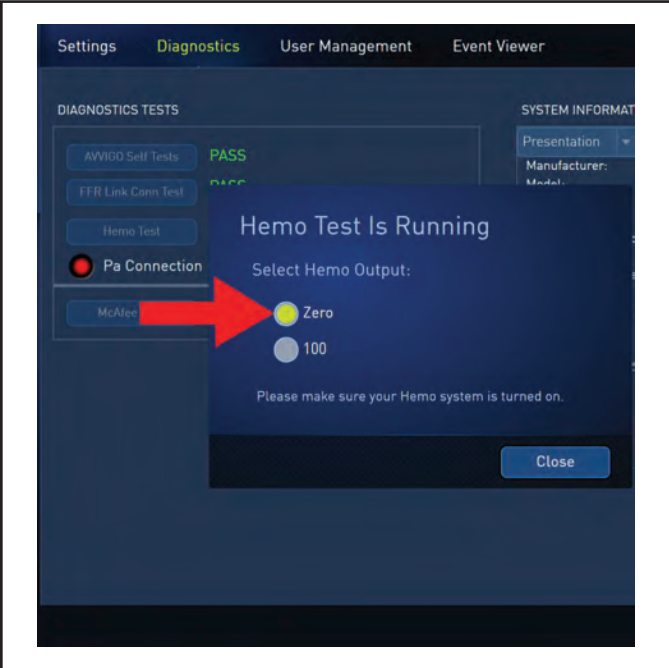

Figure 108. Écran Hemo Test Zero (Mise à zéro du test hém)
9.5 **Zero P1** (Mettre à zéro P1) sur votre système HEMO (figure 108).